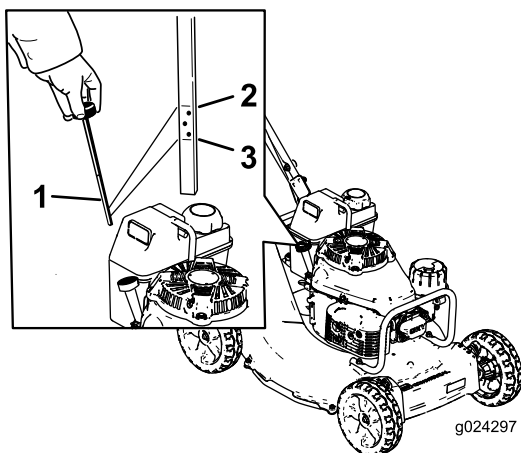

Figure 6
Avant chaque utilisation, vérifiez que le niveau d'huile se situe entre les repères maximum et minimum sur la jauge (Figure 6).
2. Nettoyez la surface autour de la jauge (Figure 6).